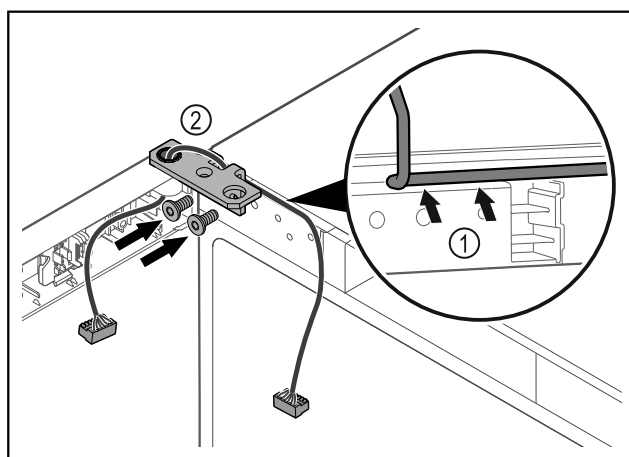

Fig. 44
- Kabel speljite skozi izrez tečaja kotnika in ga previdno zložite Fig. 44 (1).
- Privijte kotnik tečajev vrat Fig. 44 (2).